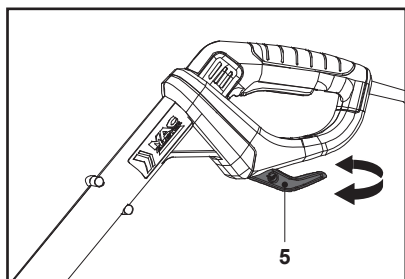

Fig. 27
3. Empuje el protector de plantas (13) si es necesario.
4. Gire la sujeción del cable (giratoria) (5) y asegúrese de que la punta de esta sujeción (giratoria) (5) esté orientada hacia detrás (Fig. 27).